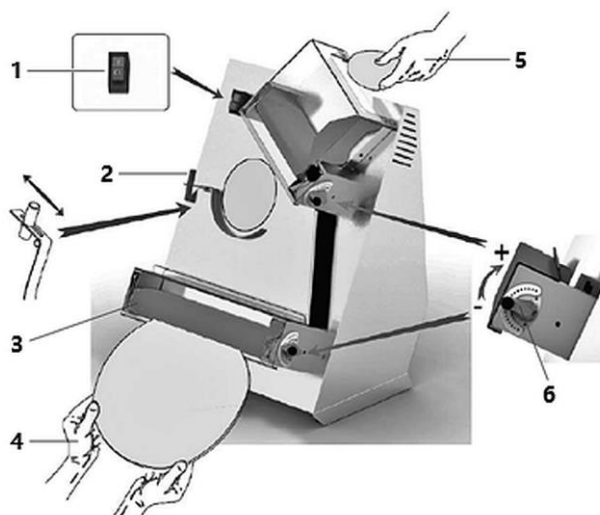

Fig. 7
1. À l'aide du levier correspondant (6, fig. 7), régler la distance entre les paires de rouleaux supérieurs et inférieurs, selon les épaisseurs des produits semi-finis.